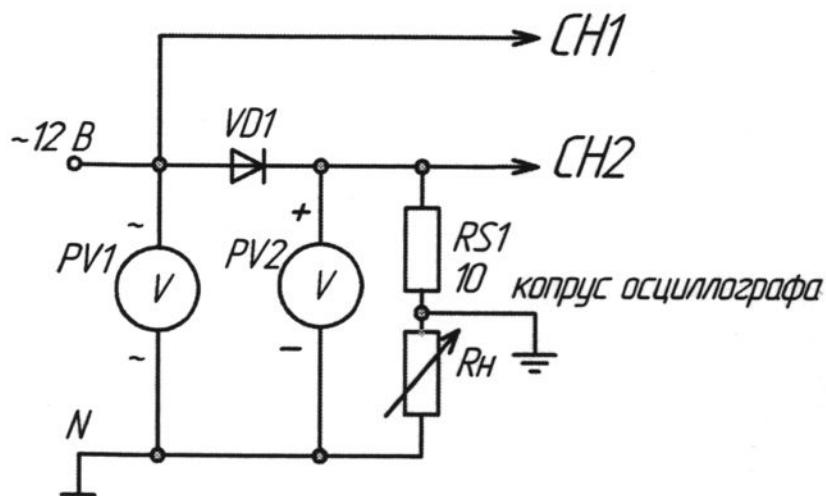

Рис. 1
12. Что нужно изменить в мнемосхеме суммирующего счетчика (рис. 1), чтобы получить вычитающий асинхронный счетчик?
а) собрать схему выпрямителя по рис. 1. В качестве вольтметров использовать мультиметры: PV1 в режиме измерения переменного напряжения, PV2 в режиме измерения постоянного напряжения. Подключить входы осциллографа. Переключатель развертки осциллографа перевести на временную развертку. Установить синхронизацию от сети. На экране осциллографа Вы увидите осцилограммы анодного тока и напряжения на диоде;